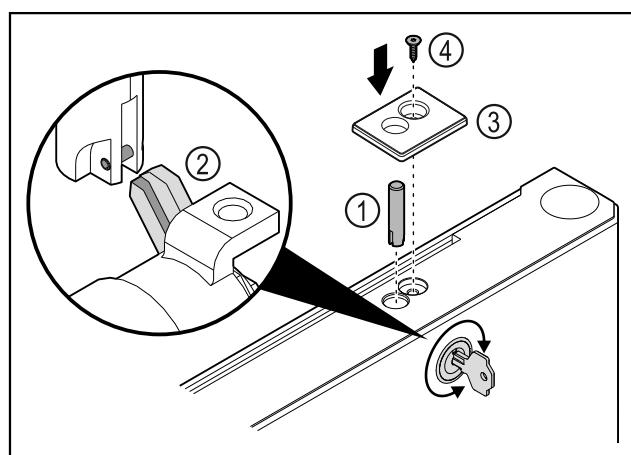

Fig. 42
► Τοποθετήστε τον πείρο της κλειδαριάς Fig. 42 (1).
► Περιστρέψτε ελαφρά την κλειδαριά, για να κουμπώσει ο πείρος της κλειδαριάς Fig. 42 (2) στη σχισμή της κλειδαριάς.
► Τοποθετήστε το κάλυμμα Fig. 42 (3).
► Τοποθετήστε τη βίδα Fig. 42 (4).